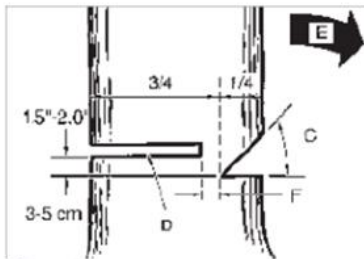

Fig 3b
AVERTISMENT: Nu treceți prin fața arborilor tapăți. Efectuați tăietura de doborâre (D) din partea opusă a arborelui și cu 3 - 5 cm (1,5 - 2, 0 inch) deasupra muchiei tapei (C) (Fig. 3b)